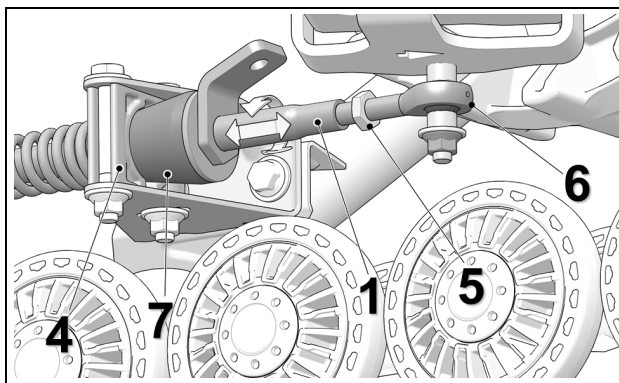

Figure 15
- Desserrer le contre-écrou (5). Ajuster la longueur de l'embout à rotule (6) en tournant le bras stabilisateur (1) jusqu'à ce que le cône de caoutchouc (7) touche légèrement au support pivotant (4). Figure 15.